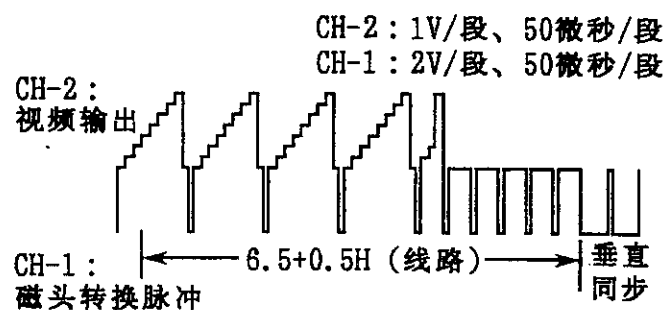

图5-3
7. 磁头开关转换点的调整完毕后，再现校正用磁带，以检查示波器上呈现的波形是否符合图5-3所示的规定要求。